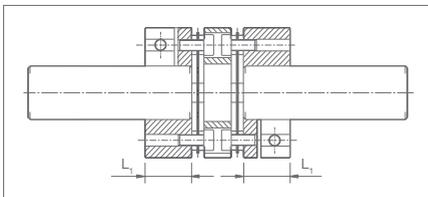

Abbildung 2
3. Bitte stellen Sie zusätzlich sicher, dass die beiden Wellenstümpfe in den vollen Nabenbereich  $L_1$  (Abbildung 2) hineinragen (Werte hierzu entnehmen Sie bitte den technischen Spezifikationen des Kataloges).